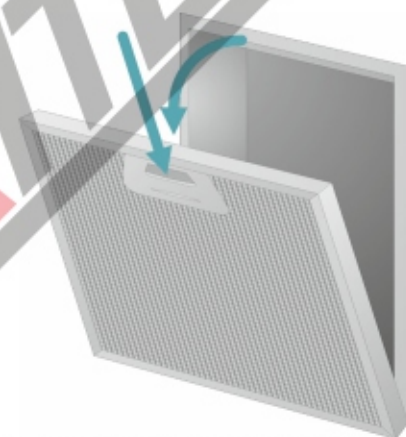

Рис. 12 *Снятие алюминиевого жироулавливающего фильтра*
1. Нажмите на защелки на жироулавливаемом фильтре и снимите фильтр. (Рис. 12)